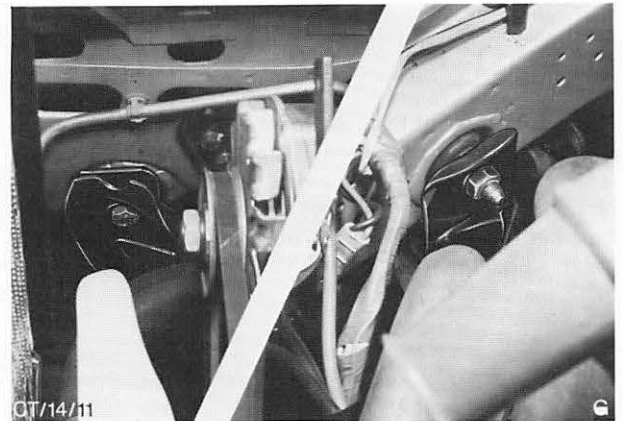

Abb. 9 Lage der Schrauben – Verbindungsträger der Vorderachse an Längsträger
11. Muttern (4), Scheiben und Schrauben – Verbindungsträger am Rahmen entfernen, Abb. 9, und Vorderachse komplett herablassen.